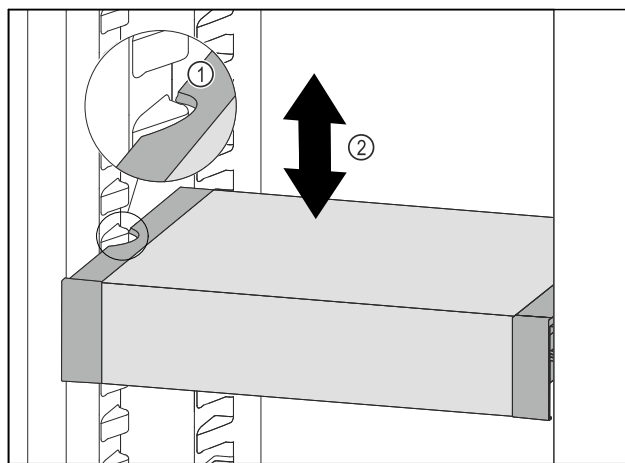

Fig. 91
- Trageți în față VarioSafe, până când degajările laterale ale VarioSafe se află la înălțimea nervurii recipientului din frigider. Fig. 91 (1)
- Mișcați în sus sau în jos VarioSafe în frigider, până când este atinsă înălțimea dorită. Fig. 91 (2)